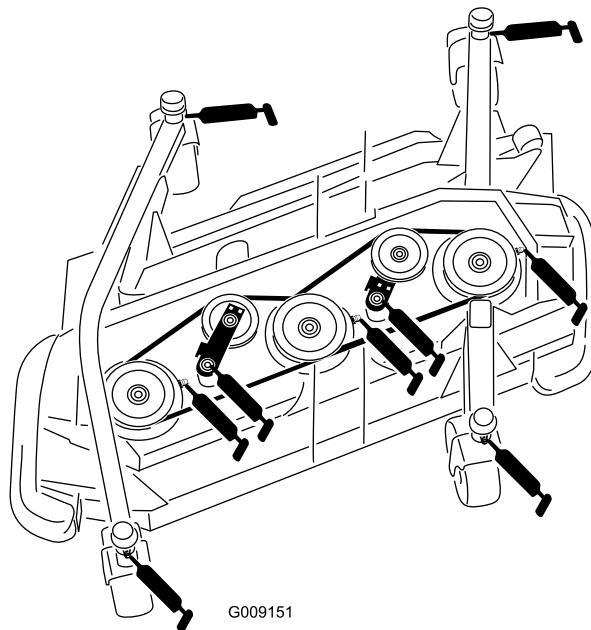

Figure 54
- 4 bagues d'axe de chape de roue pivotante (Figure 54)
- 3 paliers d'axes de pivot (sur le logement d'axe), comme montré à la Figure 54
- 2 bagues de pivot de bras de tension (sur l'axe de pivot de poulie de tension), comme montré à la Figure 54